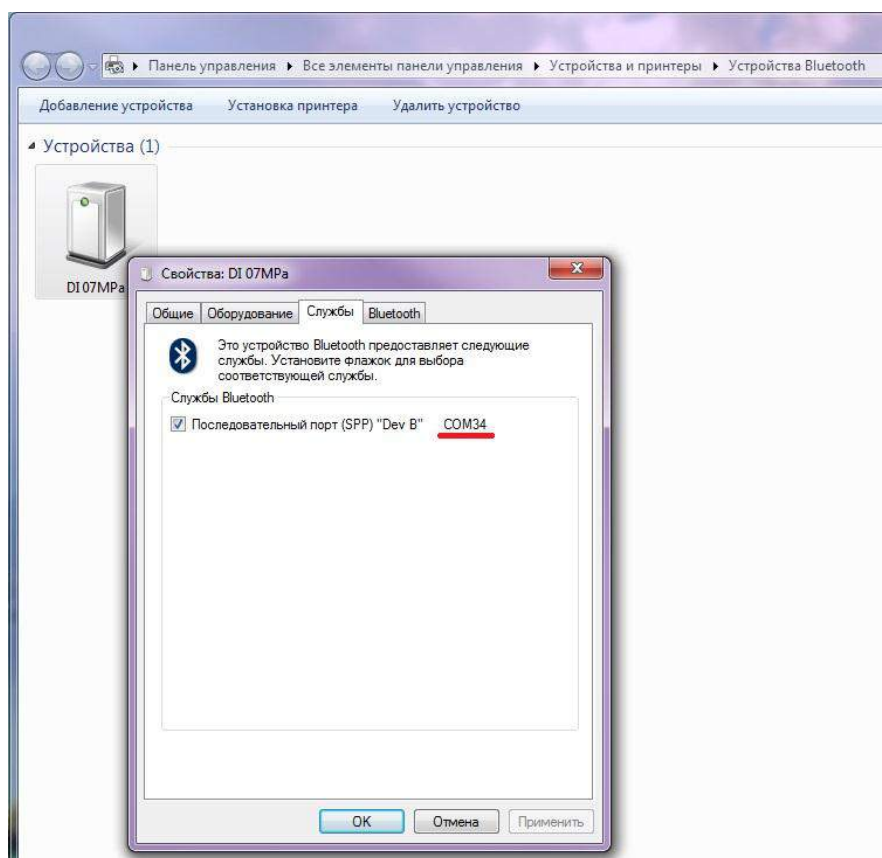

Рис. 2.58
- 9) в появившемся окне выбрать вкладку «Службы». Напротив службы «Последовательный порт SPP» будет отображаться номер СОМ-порта, который необходимо выбрать в АРМе (рисунок 2.58);